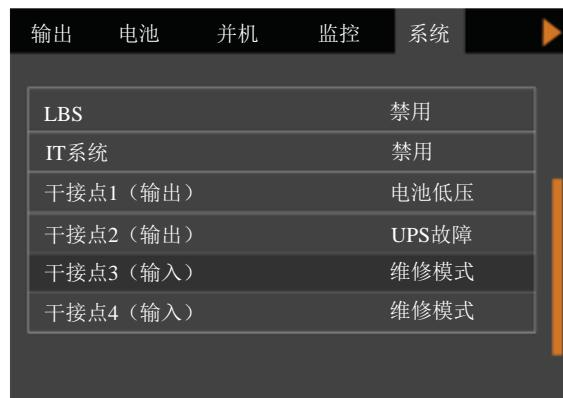

图5-7 确认干接点 3 为“维修模式”
- 通过 LCD 设置页面，更改干接点 3 为“维修模式”。见图 5-7。